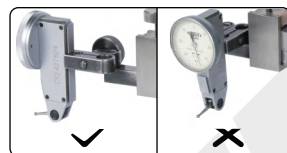

Fig.2
---Installez correctement la jauge à levier comme indiqué dans la Fig. 2.